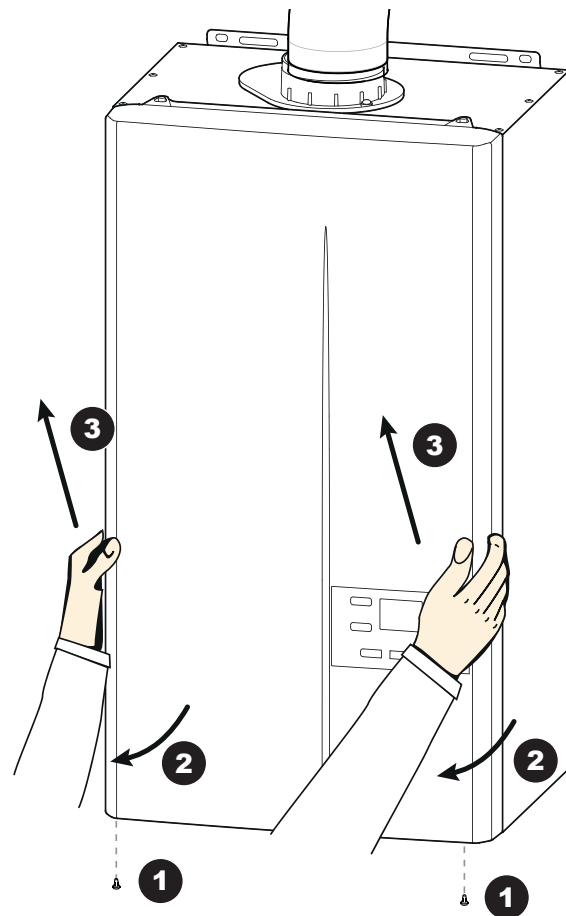

fig. 29 - Dépose de la façade
- Déposer la façade (voir fig. 29, page 48).